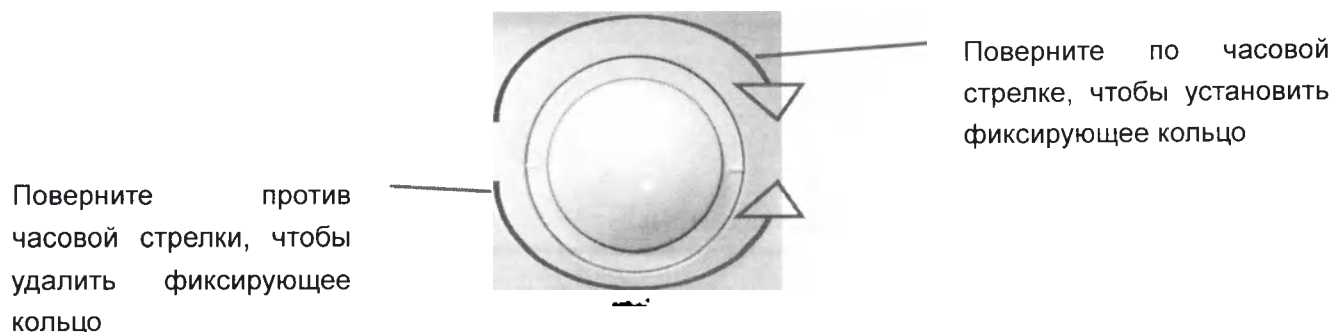

Рис. 7-14 Сборка и Разборка Трекбола
2. Снимите трекбол, как показано на Рис. 7-14.